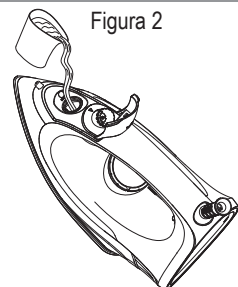

Figura 2
3. Coloque o ferro de passar na posição indicada ao lado (Figura 2) e encha-o com água, sem ultrapassar o nível máximo "Max" indicado no visor do reservatório.